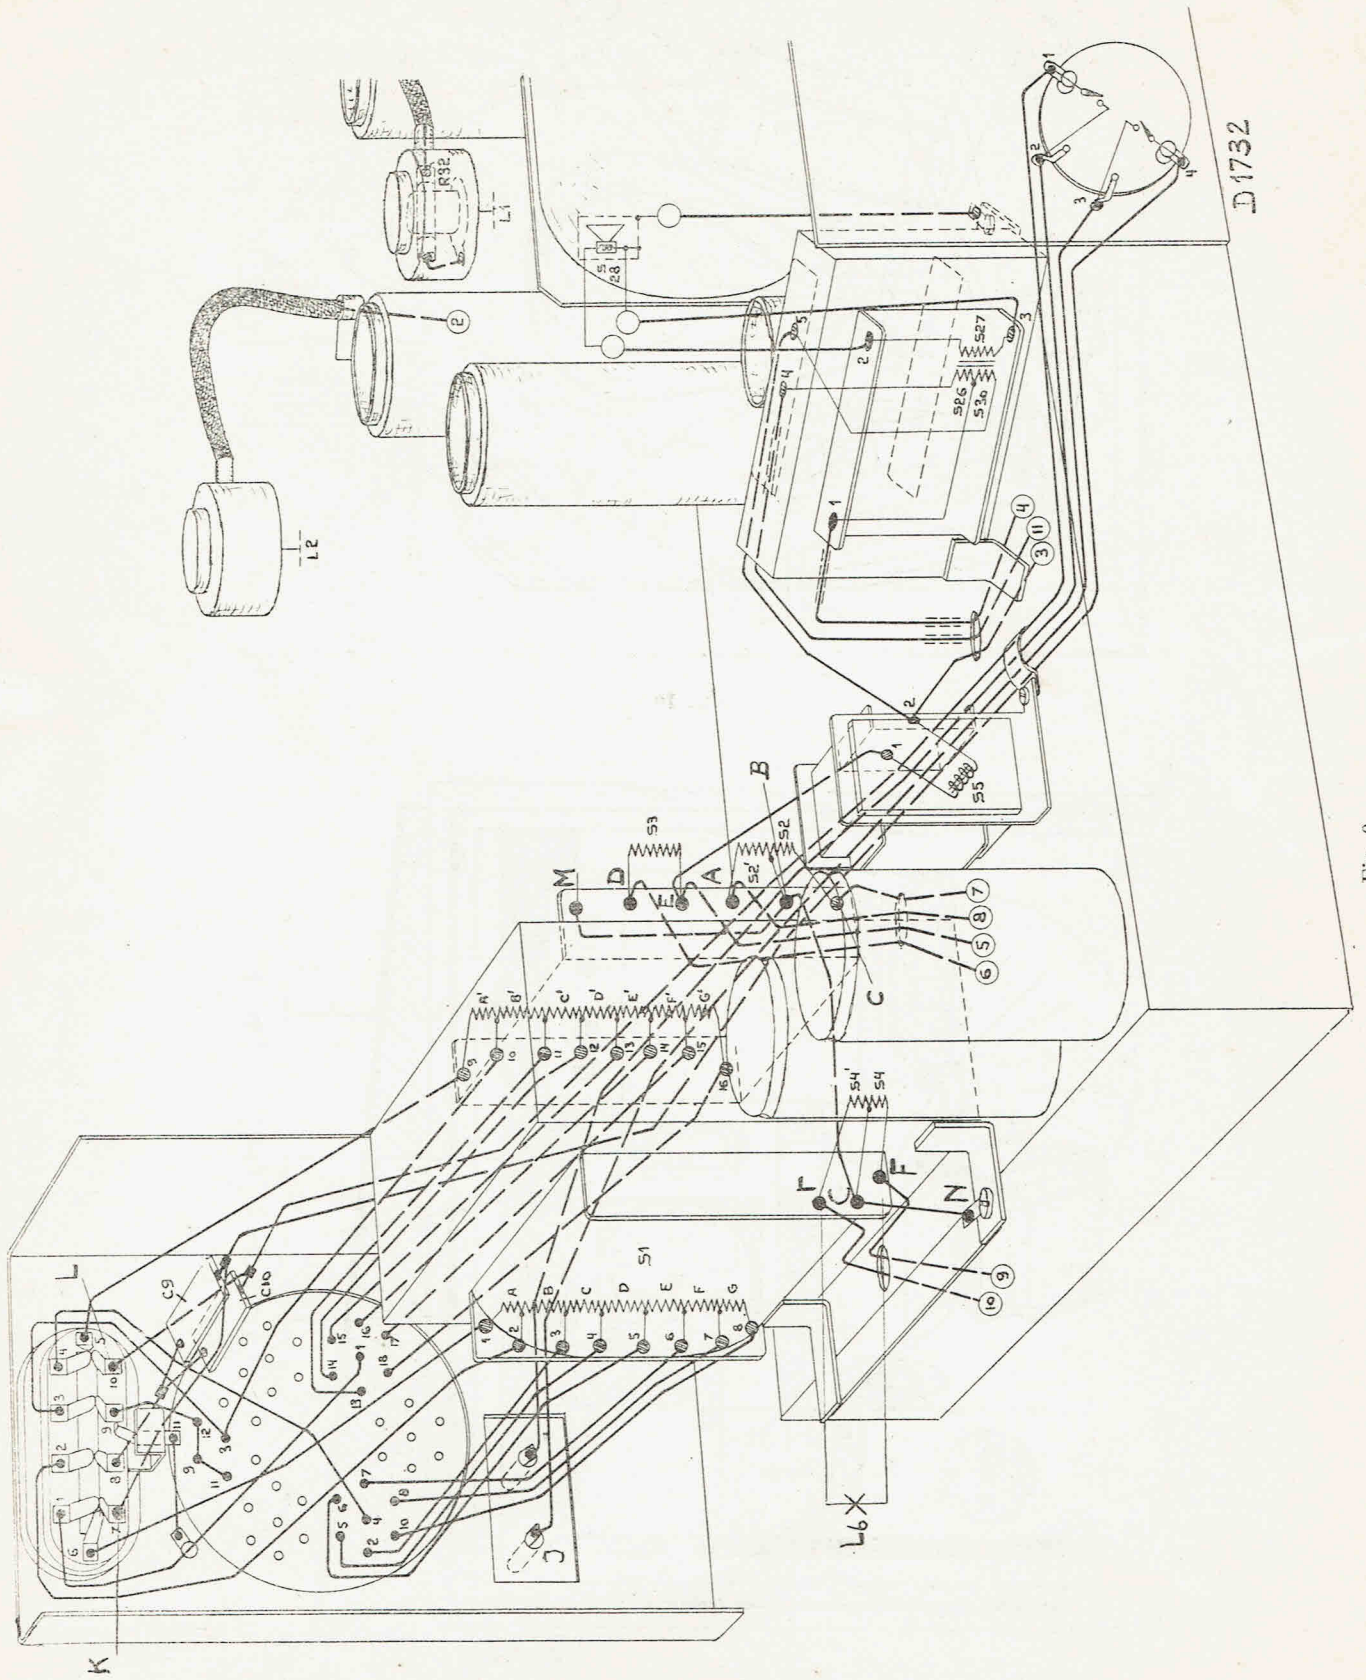

Fig. 9
9. Souder les connexions sur les contacts A à L y compris, suivant la figure 9.